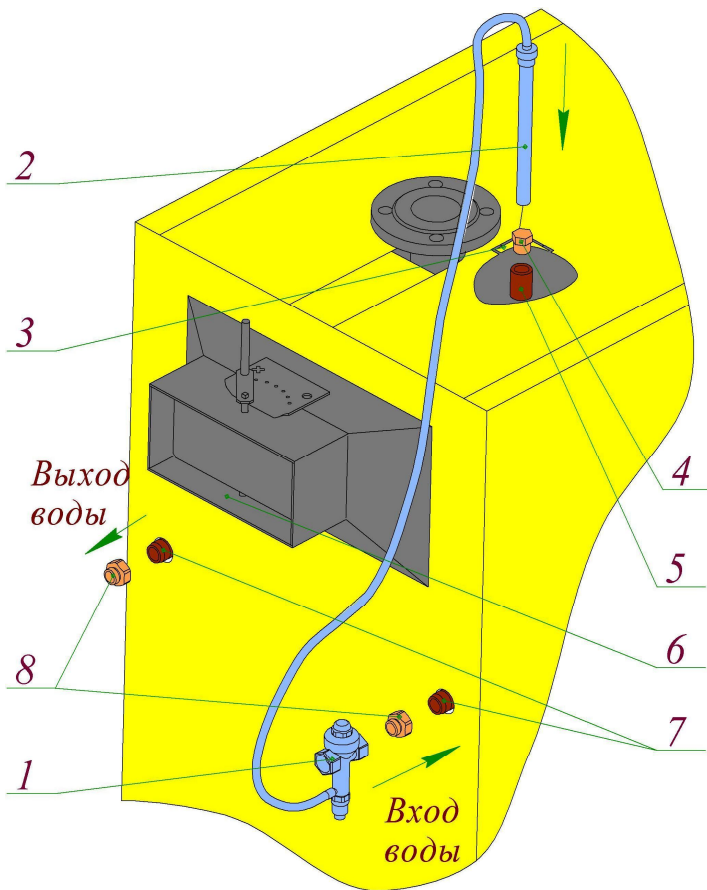

Рис.13. Монтаж температурного клапана:
6.7.6. Клапан сброса температуры (для котлов Данко-35,-50,-80Т/ТЕ) устанавливается в соответствии с рис. 13. Монтаж производить на одном из патрубков контура охлаждения 7 (резьба $G\frac{3}{4}$ "), для чего сначала необходимо отсоединить переходник 8. Термобалон клапана 2 вкручивается в патрубок 5 ($G\frac{1}{2}$ "), который находится на верхней стенке теплообменника возле подающего патрубка котла. Место его расположения можно определить по дополнительным просечкам в крышке облицовки возле патрубка подачи. Перед установкой клапана, необходимо слить воду, проделать отверстие по дополнительным просечкам в крышке облицовки, убрать заглушку.